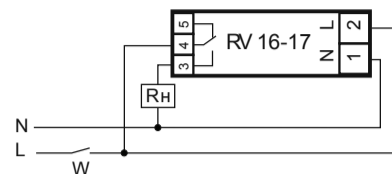

Рис. 4: устройство прибора
5.1. Переключателем устанавливают желаемый режим работы устройства (рис.4):
7.2. Подключить нагрузку к изделию (см. рис.4). Для этого используйте одножильный или многожильный провод с двойной или усиленной изоляцией сечением, соответствующим мощности нагрузки. **Фазное** напряжение подается на контакты 2 и 4 изделия. Напряжение может подаваться через выключатель **W** или напрямую.